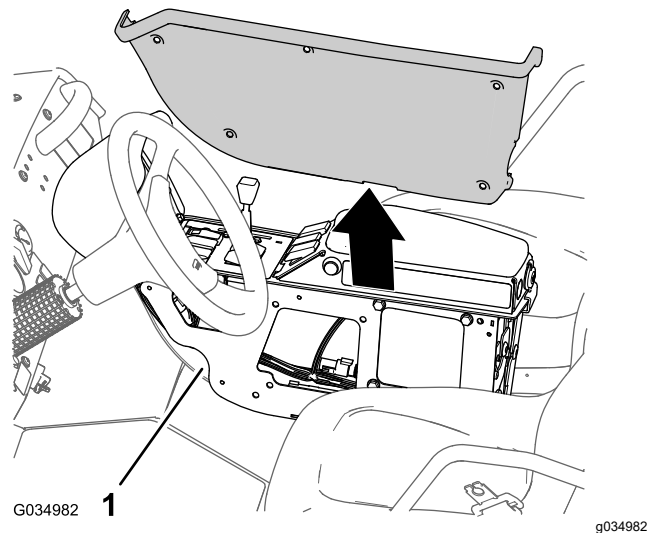

Figura 113
3. Retire la tapa de la consola central (Figura 113).